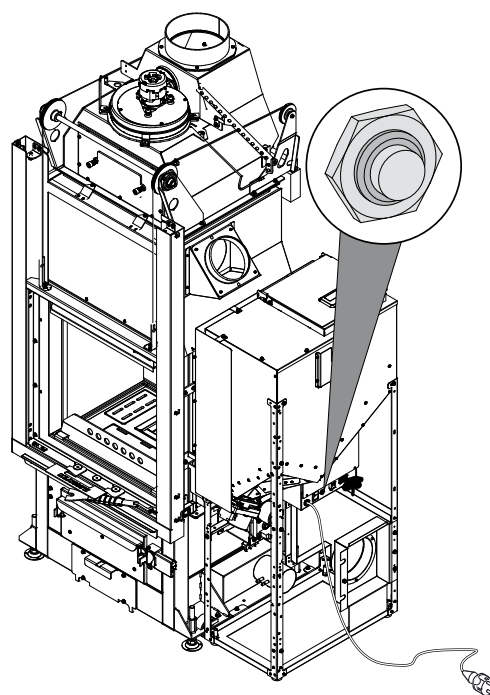

Fig. 5.2
- Lancer le nettoyage et appuyer pendant cinq secondes sur le micro-interrupteur (Fig. 5.2) en laissant la porte du poêle.